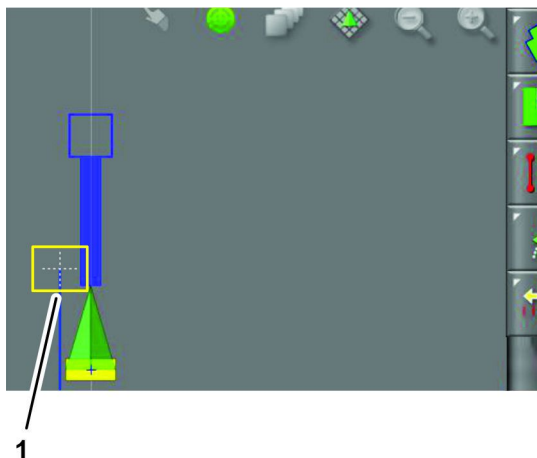

图 201
3. 在边界偏移量设置框对话框中按“确认”图标图 201。
注意 显示屏中的边界记录点将更新图 201。